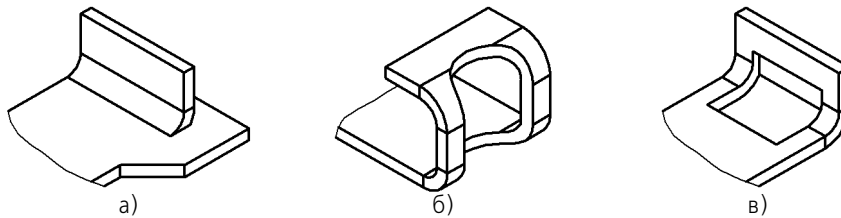

Рис. 97.5. Примеры листовых элементов, делающих невозможным разгибание сгиба: а) пластина, б) отверстие, в) вырез
- ▼ Элементы, затрагивающие сгиб, могут располагаться так, что разгибание или сгибание этого сгиба окажется невозможным (рис. 97.5, 97.6).